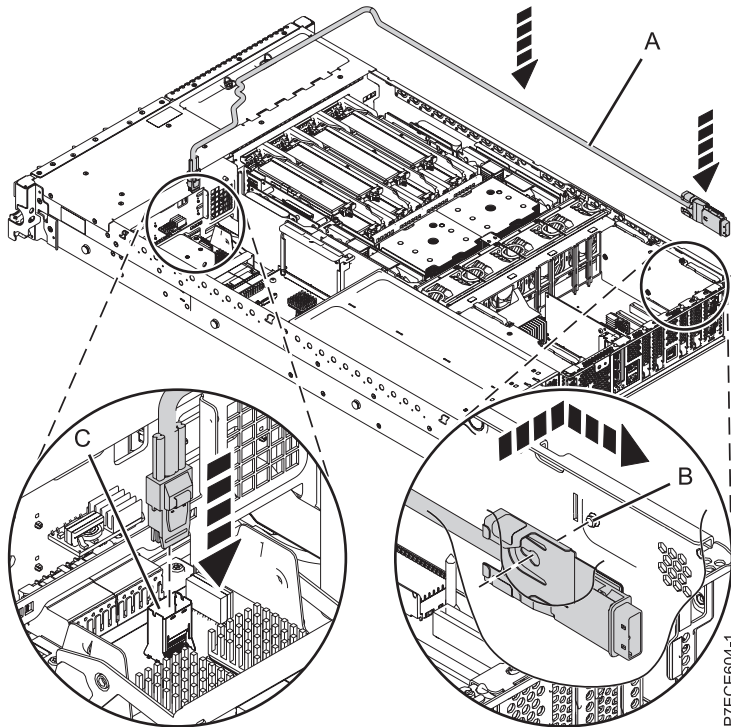

Figure 30. Remplacement du câble SAS
3. Branchez le connecteur mini-SAS du câble SAS au port de connexion SAS interne (C) sur l'interposeur de stockage et appuyez jusqu'à ce qu'il s'enclenche. Pour plus d'informations, voir figure 30, à la page 52.
4. Faites passer le câble (A) devant le boîtier d'extension de mémoire, dans la gouttière le long de la paroi latérale jusqu'à ce que le connecteur de port SAS se trouve à proximité de l'ouverture situées à l'arrière du châssis.
5. Alignez l'encoche du support du connecteur de port SAS (B) sur la broche de guidage à l'intérieur du boîtier. Puis, glissez le connecteur de port SAS dans l'ouverture à l'arrière du châssis jusqu'à ce que le taquet du support s'enclenche.